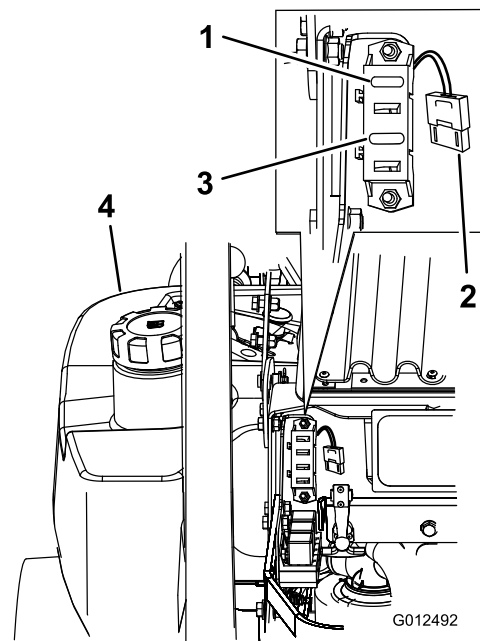

Figura 55
1. Sbloccate il cofano del motore ed alzatelo per accedere al portafusibili (Figura 55).
3. Montate un fusibile nuovo (Figura 55).